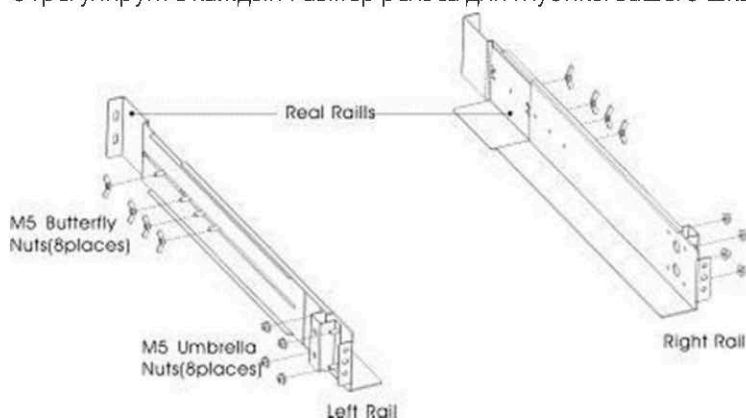

Рис. 1. Крепление направляющих
- а) Установите левую и правую направляющие на задние направляющие, как показано на рис.1. Не затягивайте винты. Отрегулируйте каждый Размер рельса для глубины вашего шкафа.
- с) затяните четыре барашковые гайки М5 сбоку от направляющей (см. рис. 1).